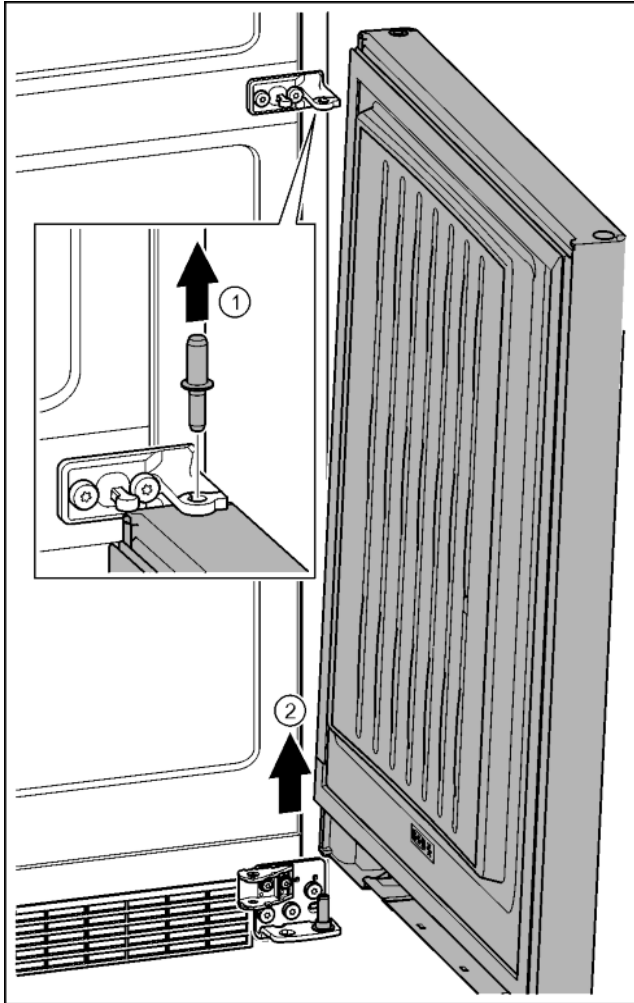

Fig. 27
- ▶ Издърпайте болта нагоре. Fig. 27 (1)
- ▶ Завъртете навън вратата, издърпайте я нагоре и я сложете настране. Fig. 27 (2)